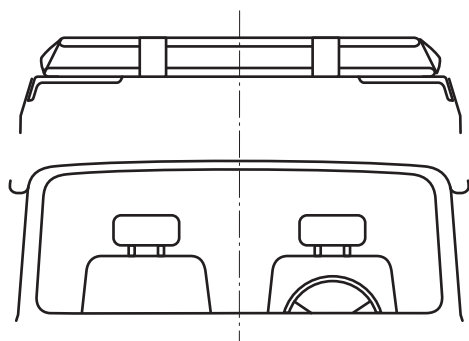
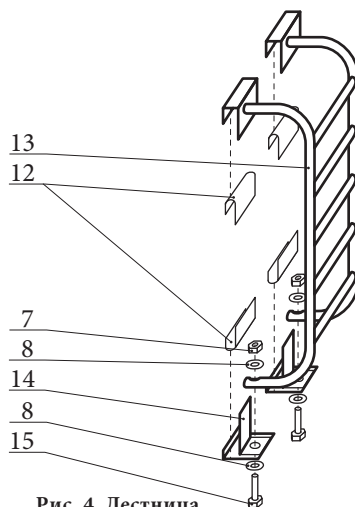

Рис. 3. Установка багажника на крышу автомобиля
Рис. 4. Лестница
3. Возьмите багажник с двух сторон за стойки креплений и установите его на крыше автомобиля в водоотливной желобок. Предварительно одеть на лапки резиновые прокладки (10) - рис. 3.
5. Затяните болты (6) на трубчатых, закрепив багажник на крыше автомобиля.
6. Лестница к багажнику навешивается на левую заднюю дверь через резиновые прокладки (11) и стягивается скобой крепления (13), болтом (14), гайкой (7) и шайбой (8) - рис. 4.